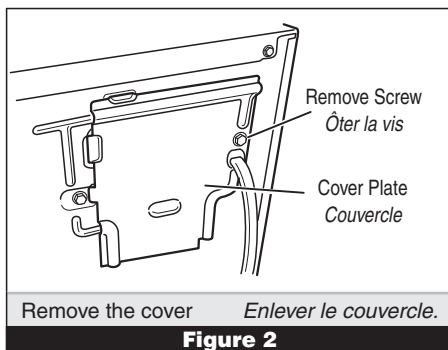

Figure 2
2. Remove the cover plate from the top right corner of the back of the dryer. See figure 2.
2. Enlever le couvercle dans l'angle supérieur droit à l'arrière de la sécheuse. Voir figure 2.